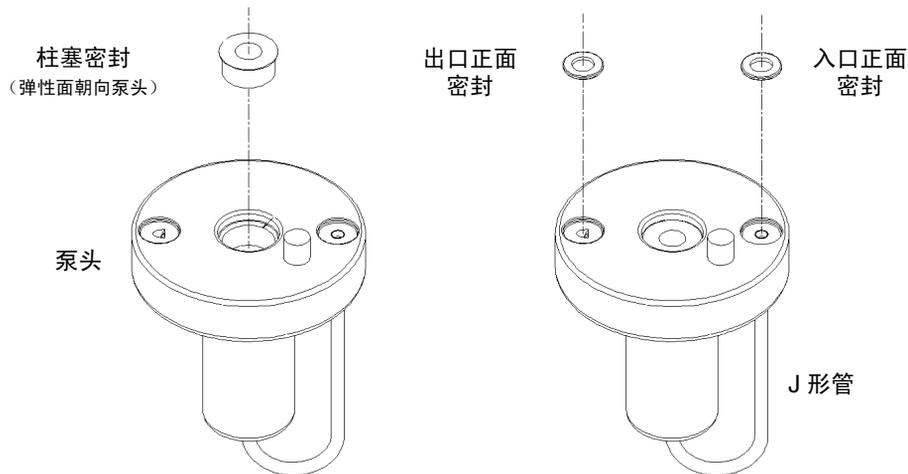

图 7-3 柱塞和正面密封方向
注意：要确保最佳性能，请在执行检修时更换泵头中的柱塞密封。请在更换柱塞密封两次或三次后更换正面密封（请参阅图 7-3）。
2. 使用密封移除工具的塑料端将柱塞密封从泵头移除（图 7-3）。
4. 将新柱塞密封放到密封插入工具上，弹性面背对工具。将工具的尖端插入泵头中的柱塞密封口（请参阅图 7-3），然后稳固推进以安装密封。
2. 将压缩空气注入正面密封中心，或使用塑料钳将入口和出口的正面密封从泵头的密封口中移除（图 7-3）。